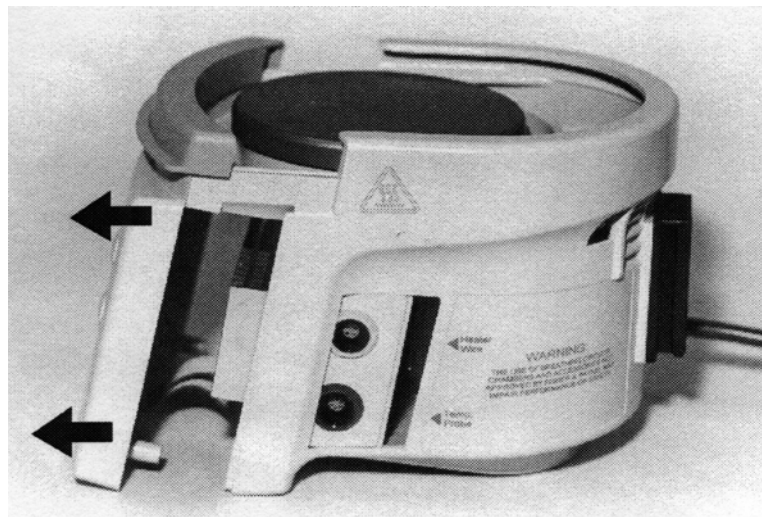

Abb. 7.1 - Trennen des Gehäuses
2. Entfernen Sie die 4 Schrauben an der Rückseite des Befeuchters. Öffnen Sie das Gehäuse indem Sie die beiden Teile auseinanderschieben. Ziehen Sie die Fronthälfte des Gehäuses von der Rückseite weg (Abb. 7.1). Die Kontroll-Platine ist an der Fronthälfte befestigt. Sie ist mittels eines Flachbandkabels mit der Netzteil-Platine verbunden, die sich an der Rückseitenhälfte des Gehäuses befindet.